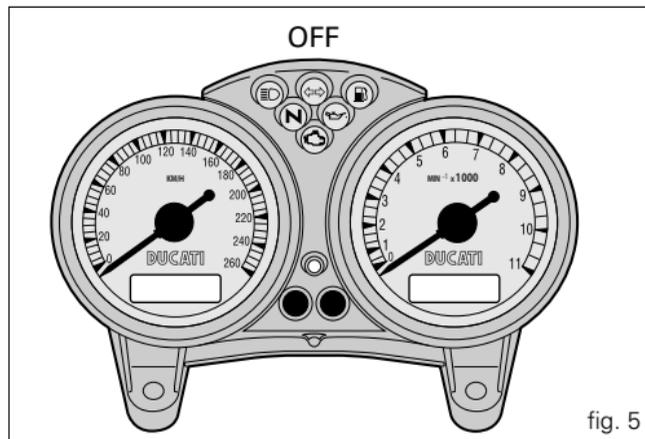
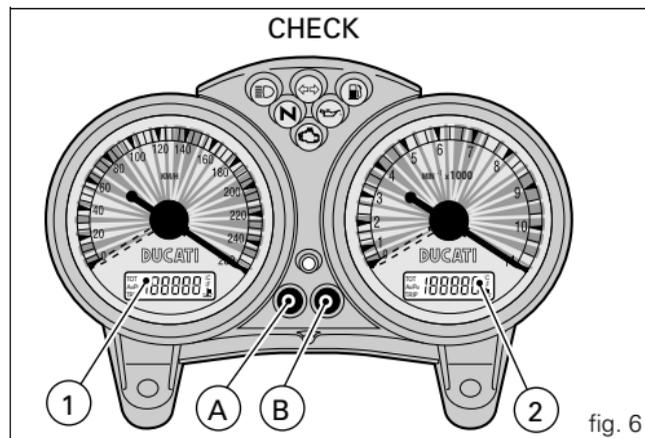

fig. 5
fig. 6
À l'allumage (en tournant la clé de contact de la position **OFF** à la position **ON**), le tableau de bord effectue un diagnostic de l'instrumentation (cadran, écran, témoins) (voir les fig. 5 et fig. 6).
Appuyer sur la touche (A, fig. 6), clé sur ON, pour basculer entre le totaliseur partiel et le compteur kilométrique et, si le témoin de la réserve est allumé, pour voir les kilomètres parcourus en réserve (fonction compteur en réserve).
Pour mettre le totaliseur journalier à zéro, appuyer sur la touche (A, fig. 6) pendant plus de 2 secondes quand **TRIP** est affiché (LCD 1).
Appuyer sur la touche (B, fig. 6), clé sur ON, pour afficher l'horloge et la température de l'huile.
Appuyer sur la touche (B, fig. 6) pendant au moins 2 secondes pour afficher l'heure sur l'écran (2, fig. 6). Sélectionner AM/PM en appuyant sur la touche (A, fig. 6). Appuyer sur la touche (B, fig. 6) pour régler les heures. Appuyer plusieurs fois sur la touche (A) pour modifier l'heure. Appuyer sur la touche (B) pour régler les minutes. Appuyer sur la touche (A) pour faire avancer les minutes ; en appuyant pendant plus de 5 secondes, les minutes défilèrent plus rapidement. Appuyer sur la touche (B) pour sortir du mode de réglage.
Quand le témoin de la réserve s'allume, l'écran (2, fig. 6) affiche « **FUEL** » et les kilomètres parcourus en réserve s'affichent sur l'écran (1, fig. 6) précédés de la lettre « **F** » (FUEL).
Si le message « **MAInt** » s'affiche sur l'écran 1, fig. 6), il indique qu'une révision est nécessaire dans le cadre de l'entretien périodique : ce message se présente chaque fois que la clé de contact reste sur ON pendant 5 secondes. Quand le message « **MAInt** » s'affiche, s'adresser à un concessionnaire ou à un atelier agréé.
En appuyant sur la touche (B, fig. 6) dans les 5 secondes suivant la rotation de la clé sur la position ON, chaque pression sur cette touche déterminera une variation de l'intensité lumineuse du tableau de bord.